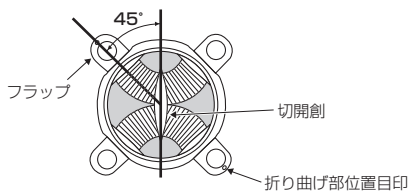

図2 (腹部の場合)
8. 腹部に使用する場合、開創効果を最大限に得るためには、切開創の長軸に対して45°の位置にフラップを設置することが必要である。(図2) 従って、体内リングを腹腔内へ挿入する際は、切開創に対してフラップの位置が適切となる方向で行う。(図3)